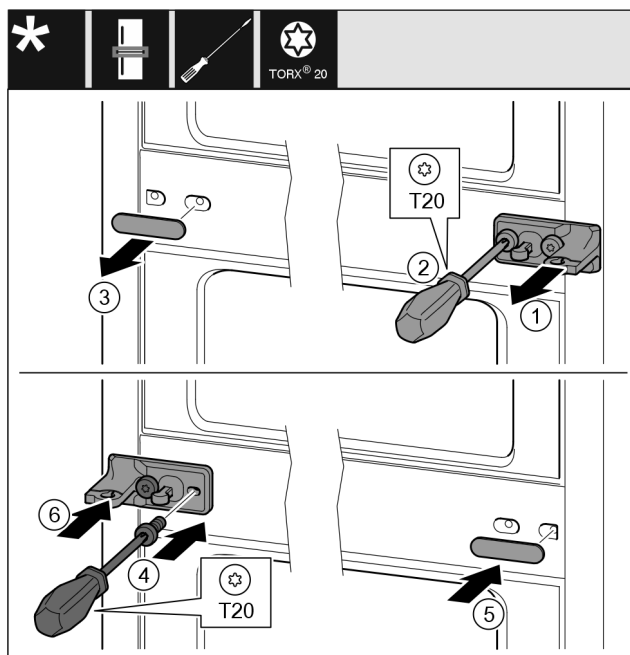

Fig. 38
- ▶ Snemite šipo Fig. 38 (1).
- ▶ Izvijte vijake Fig. 38 (2) z izvijačem.
- ▶ Previdno snemite pokrov Fig. 38 (3).
- ▶ Zategnite ležajni podstavek s folijo Fig. 38 (4), obrnjen za 180°, na drugi strani.
- ▶ Namestite pokrov Fig. 38 (5), obrnjen za 180°, na drugi strani.
- ▶ Nasadite šipo Fig. 38 (6) s sprednje strani.